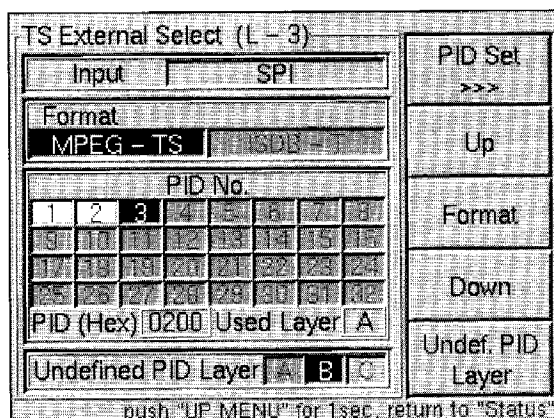

図5-6 外部TS設定 (MPEG-TSの場合)
- (1) TS External Select (L-3) 画面 (図5-6) でUp、Downキーを操作し、PID番号を選択します。